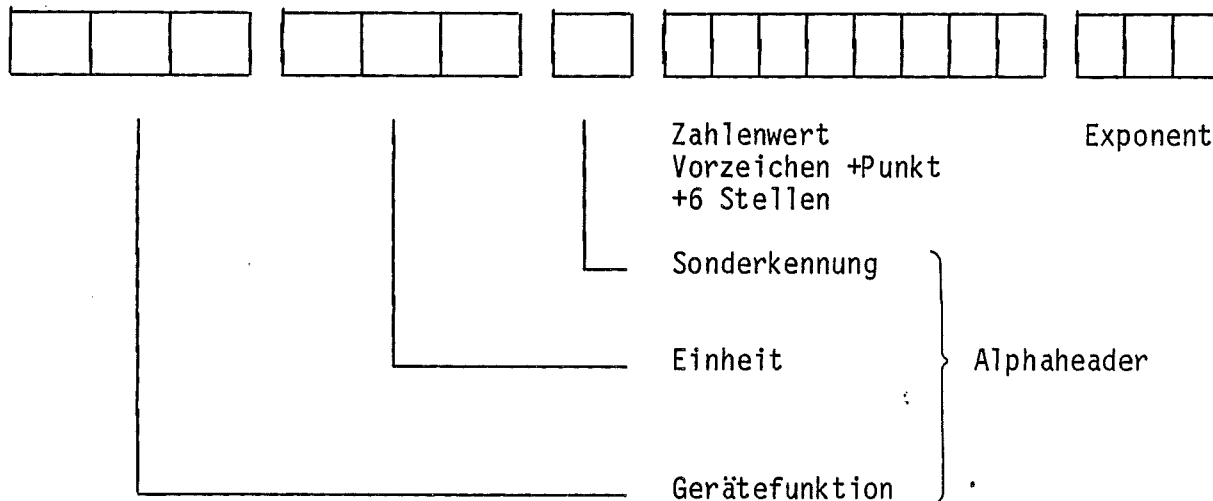

Bild 2-3 Format bei Datenausgabe
Bei Ausgabe eines Meß-, Referenzwertes oder eines Fehlercodes kann entweder nur der Zahlenwert (Steuerzeichen N1) oder der Zahlenwert zusammen mit einem vorangestellten 7stelligen Alphaheader (Steuerzeichen N0) ausgegeben werden. Die Zusammensetzung des Alphaheaders ist aus Bild 2-3 ersichtlich. Drei Zeichen sind für die Gerätefunktion (Tabelle 2-10) vorgesehen, drei Zeichen für die Einheit (Tabelle 2-11) und ein Zeichen für Sonderkennungen, wie Overflow (O), Bereichsüber- oder -unterschreitung bei Rangehold (H, L) usw.